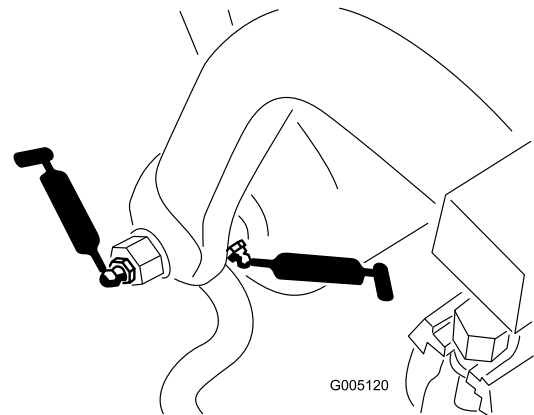

Figure 34
- Axe et rouleau de cadre de traction (12) (Figure 34)